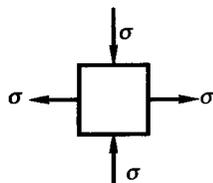

图 1-4
6. 图 1-4 所示为一单元体的应力状态, 若已知材料的 E 、 G 和 μ , 则该单元体的最大剪应变 $\gamma_{\max} =$ _____。